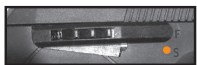

Fig. 3 OFF SAFE (DISPARAR)
- Tire de la palanca del seguro hacia atrás, hacia la parte trasera de la pistola y empuje hacia arriba. Cuando usted pueda ver el punto ROJO, la pistola de aire está en MODO NO SEGURO (“OFF SAFE”) y puede ser disparada (Fig. 3).